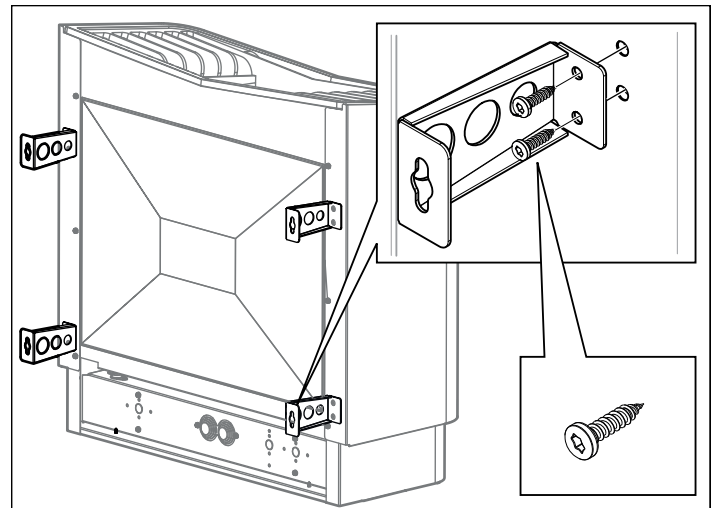

Rysunek 10: podłączenie do instalacji elektrycznej
2. Podłącz przewód elektryczny (patrz rys. 10) zgodnie ze schematem elektrycznym (patrz Schemat połączeń/okablowania, rys. 17-24).